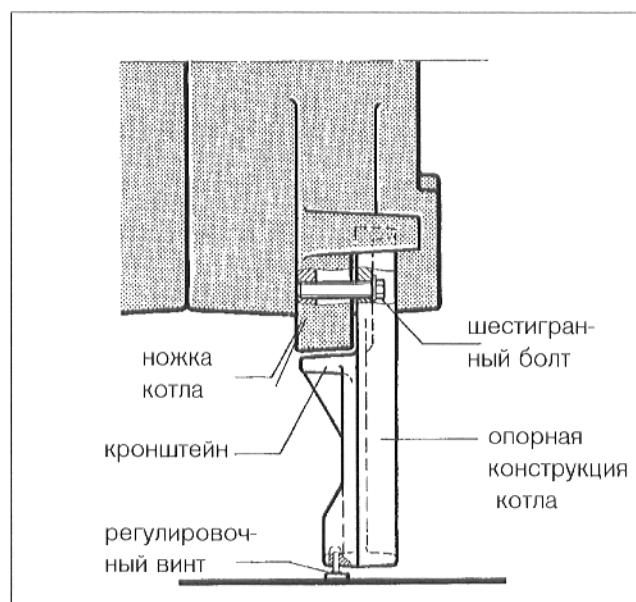

Рис. 6
- Привинтить кронштейн спереди к ножкам котла (рис. 6). Шестигранные болты M 10 входят в комплект поставки опорной конструкции котла.
- Приставить кронштейны к опорной конструкции котла под ножки у задней части (рис. 6)
- Привинтить кронштейн сзади к ножкам котла (рис. 6). Шестигранные болты M 10 входят в комплект поставки опорной конструкции котла.